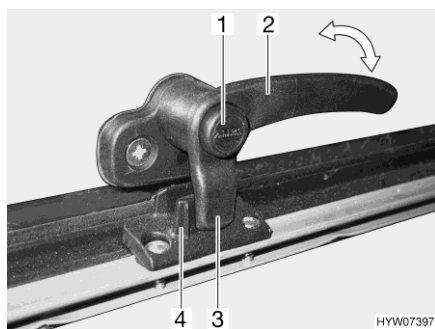
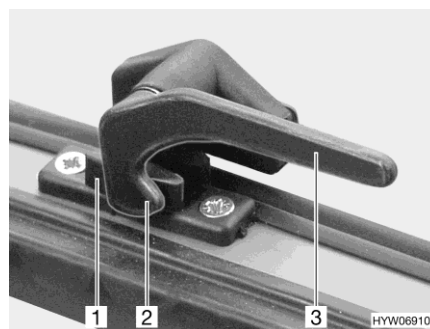

Fig. 93 Levier de verrouillage avec bouton de sécurité en position "Fermé"
Fig. 94 Levier de verrouillage en position "Fermé"
- S'il existe, appuyer sur le bouton de sécurité (Fig. 93,1) et le maintenir enfoncé.
- Tourner tous les leviers de verrouillage (Fig. 93,2 ou Fig. 94,3) d'un quart de tour vers le centre du lanterneau.
- Tourner tous les leviers de verrouillage (Fig. 93,2 ou Fig. 94,3) d'un quart de tour vers le cadre. Le tenon de verrouillage (Fig. 93,3 ou Fig. 94,2) repose sur le côté intérieur du verrouillage du lanterneau (Fig. 93,4 ou Fig. 94,1).
- En position "Fermé" (Fig. 93 et Fig. 94)